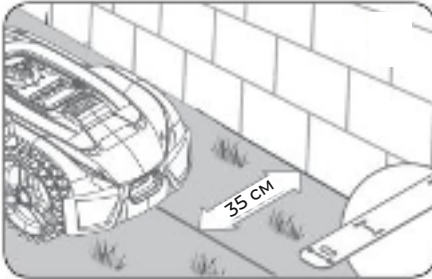
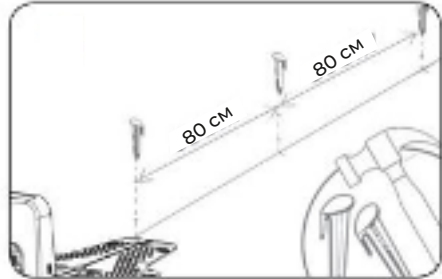
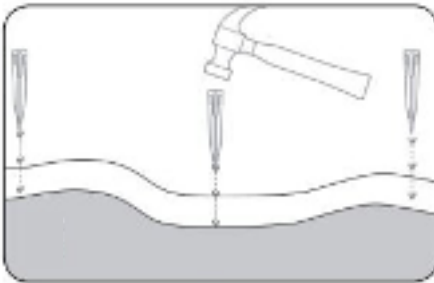

Рис. 5
Рис. 6
Рис. 7
5.2.1 При прокладке ограничительного провода пользуйтесь измерительным инструментом, между проводом и периметром должно быть расстояние в 35 см*, каждый клин для провода должен располагаться на расстоянии около 80 см друг от друга (как показано на рис. 5 и рис. 6). Учитывайте, что на неровностях расстояние между клиньями необходимо сокращать (рис. 7).